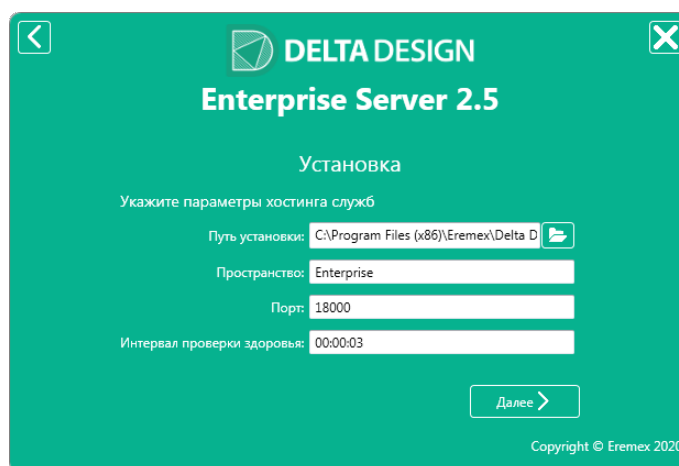

Рис. 4 Назначение параметров хостинга служб
5. В окне установки, где будет необходимо указать параметры хостинга служб, пользователю потребуется следующая информация, см. Рис. 4:
Если требуется развернуть только одно пространство для обмена данными, оставьте предложенные настройки по умолчанию, см. Рис. 4.